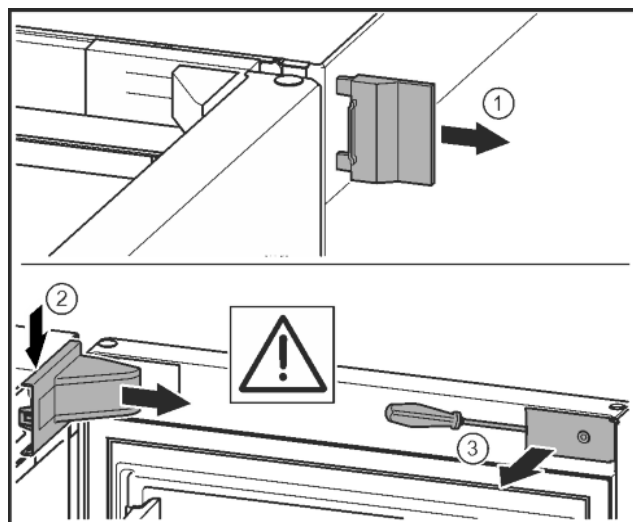

Fig. 9
- Снять внешнюю крышку. *Fig. 9 (1)*
- При помощи отвёртки освободить крышку опорного кронштейна и отсоединить. Снять крышку опорного кронштейна. *Fig. 9 (2)*
- Шлицевой отвёрткой вывести накладку из зацепления и отвести в сторону. *Fig. 9 (3)*